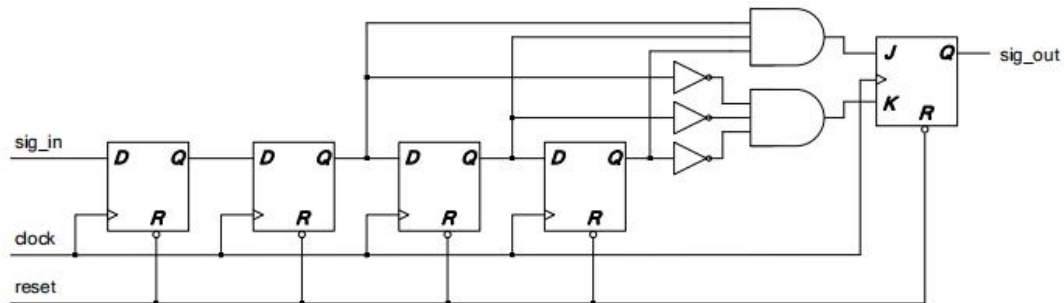

图 5、习题 10 电路原理图
2.10、设计一个 Verilog 模块，描述如图 5 所示的电路原理图表示的电路。并设计一个测试平台，对电路进行仿真。**要求：使用单一模块设计。**